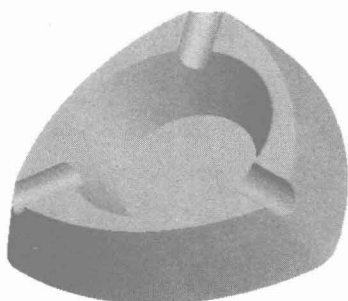
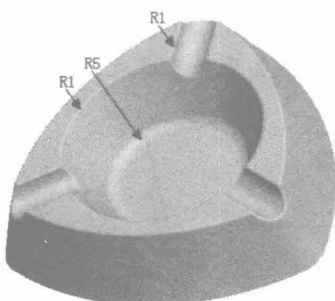

图1-8
图1-9
6. 旋转阵列拉伸切除特征, 如图 1-8 所示, 对实体边倒圆角, 如图 1-9 所示。